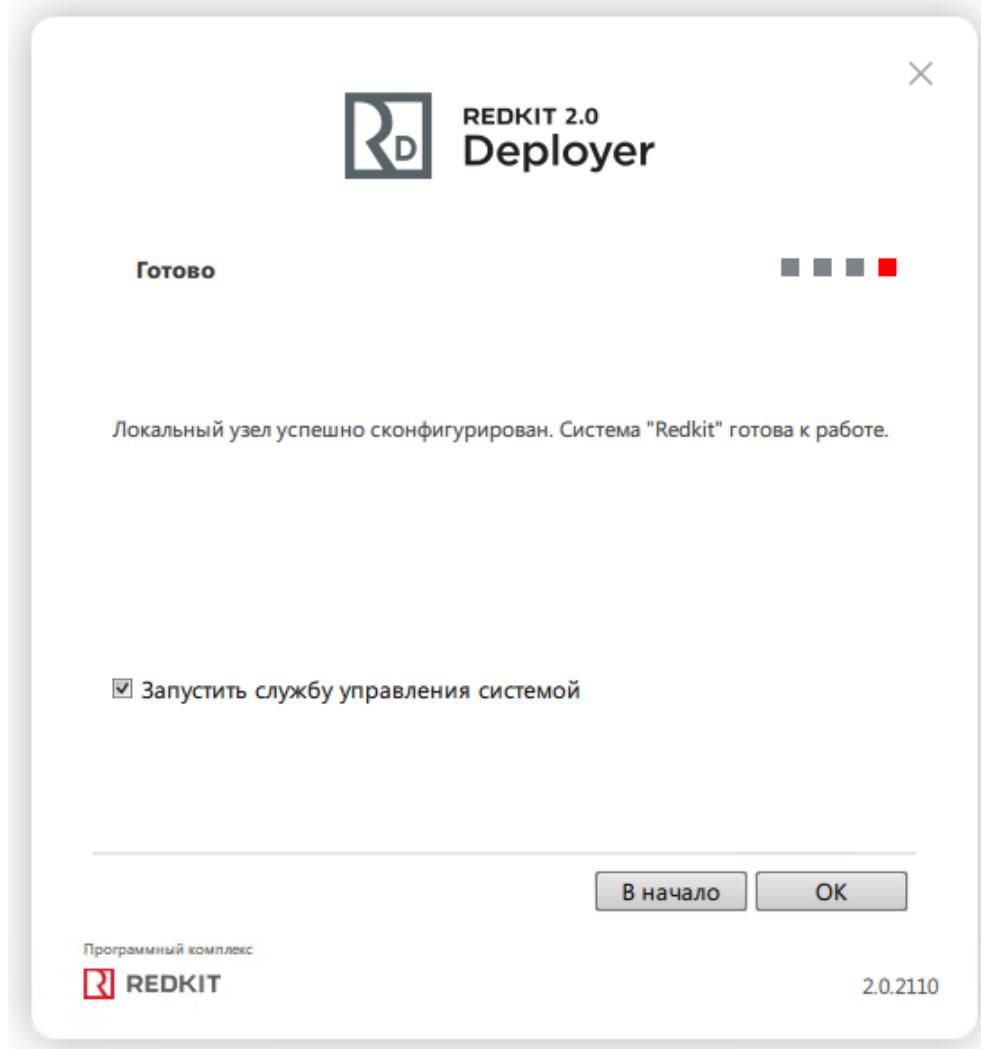

Рисунок 39 - Завершение конфигурирования
10. Отметьте чекбокс у команды "Запустить службу управления системой" и нажмите "OK" (Рисунок 39).